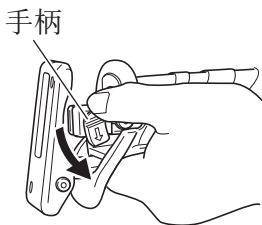

图 2
- (2) 如图 2 所示，按手柄上标示的箭头标记的方向推动手柄。(图 2)
- (2) 按照图 2 中箭头所示的方向按下手柄后，将锯条转至面朝下，锯条应自然落下，若未自然落下请用手将其拔出。